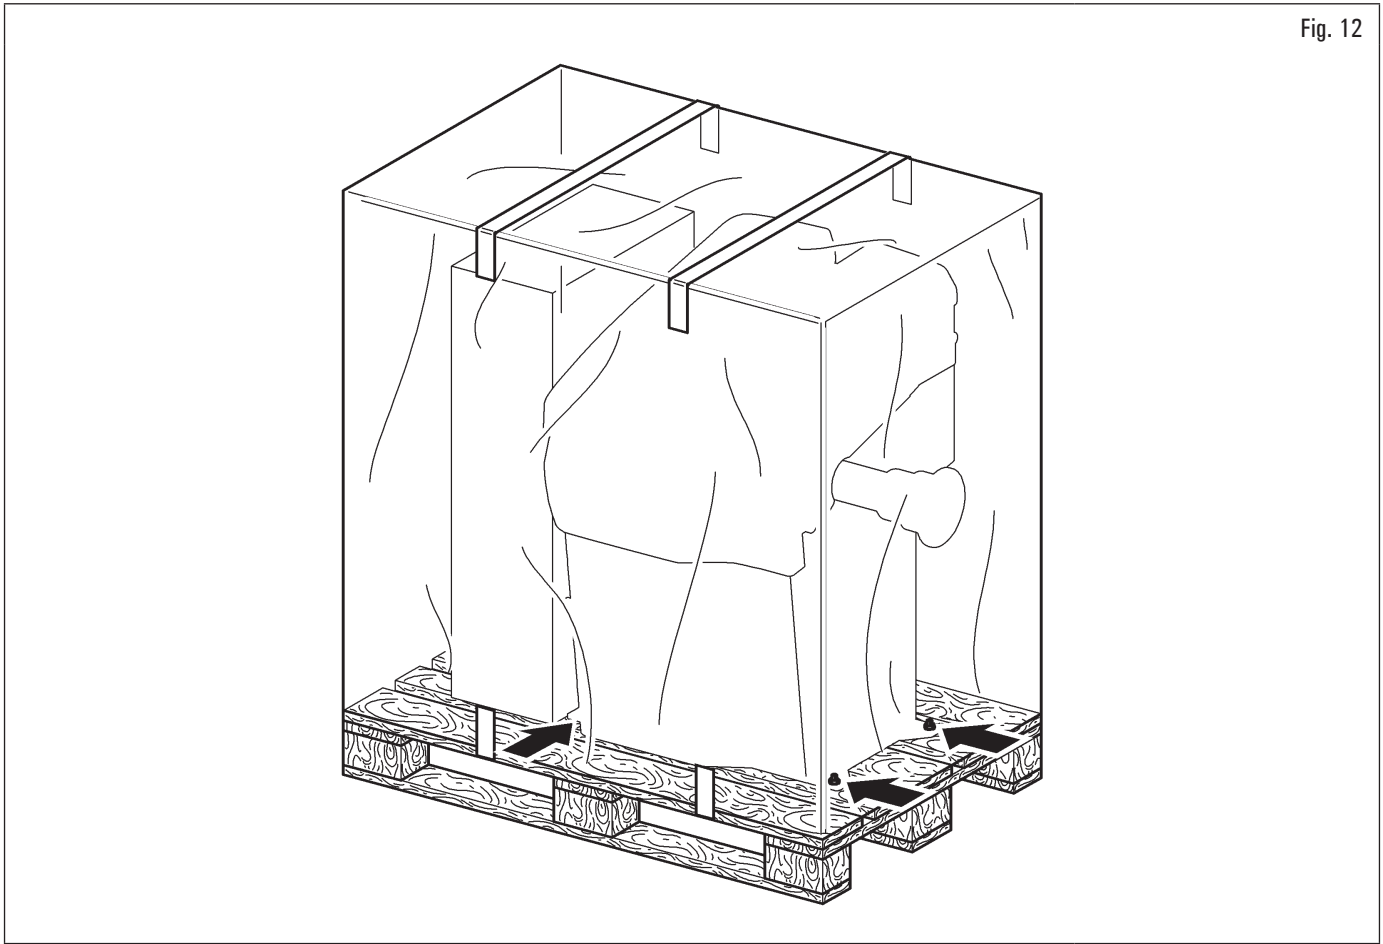

Fig. 12
- L'équipement est généralement expédié partiellement assemblé, comme indiqué dans Fig. 12.
- soulever avec précaution, en utilisant des moyens de support de charge adéquats, en parfait état de fonctionnement, en utilisant les signes appropriés placés sur l'emballage Fig. 12.